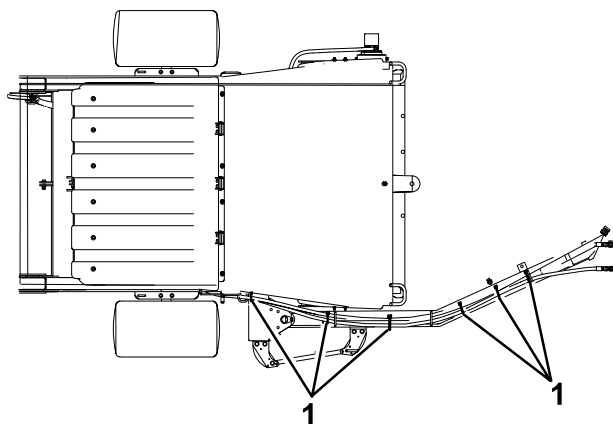
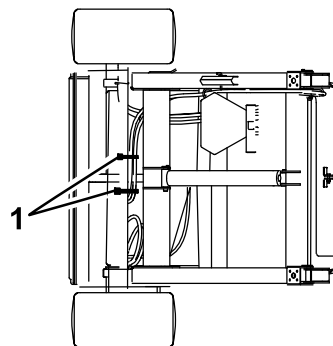

Figura 12
Figura 13
2. Fixe as mangueiras hidráulicas e a cablagem conforme ilustrado na Figura 12 e na Figura 13.